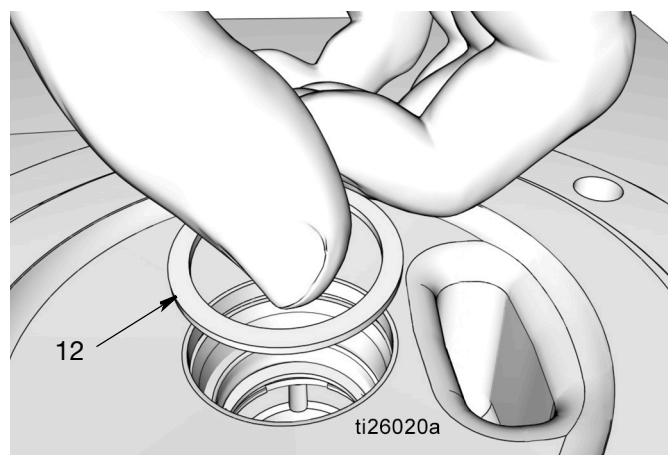

FIG. 35
- g. Mettre l'entretoise (12) (FIG. 35).